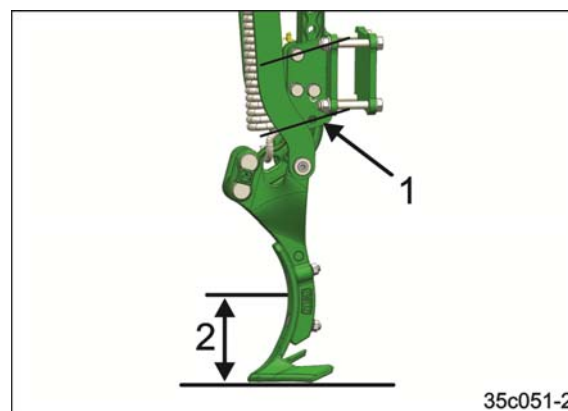

Fig. 124
- Adâncimea de lucru maximă este de 150 mm (Fig. 124/2).
Dacă odată cu creșterea uzurii cuțitelor-unealtă la mașina de cultivare a solului este depășită adâncimea maximă de lucru (Fig. 124/2), trebuie ca dispozitivul de prindere a afănătorului de urmă a roților tractorului (Fig. 124/1) să fie montat într-o poziție mai ridicată